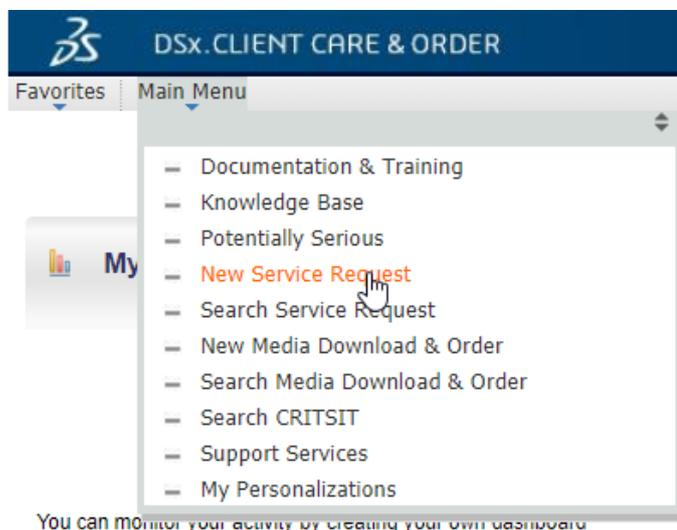

Рис. 2. 21 – Main Menu > New Service Request
Для создание нового запроса в техническую поддержку выберите пункт **«New Service Request»** (Рис. 2. 21).
5. В открывшейся форме запроса (Рис. 2. 22) вам необходимо заполнить все обязательные поля, отмеченные значком «*». Заполнять поля можно **на любом удобном вам языке**.